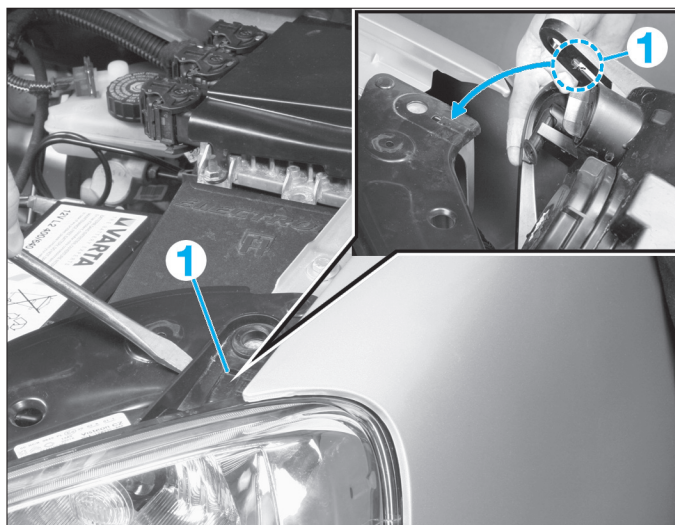

FIG. 10
- Dégrafer l'ergot (1) du projecteur en faisant légèrement levier à l'aide d'un tournevis sur la languette (Fig.10).